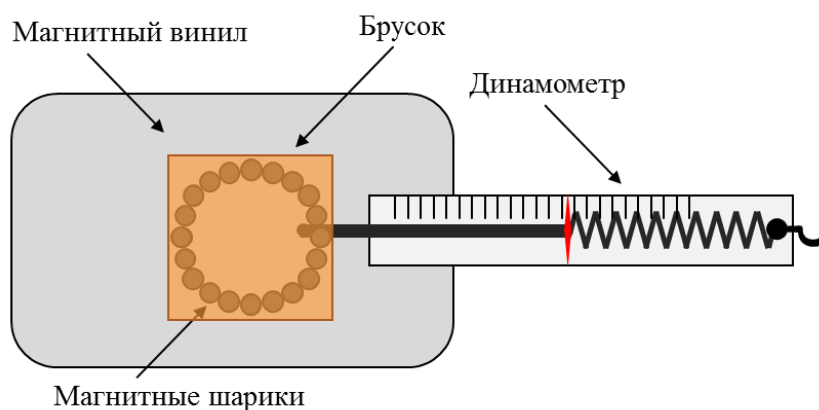

Рис. 1. Установка для измерения коэффициента трения
2. Для того, чтобы измерить коэффициент трения, соберем кольцо из некоторого количества магнитов, положим кольцо на магнитный винил и измерим силу трения (см. Рис.1).